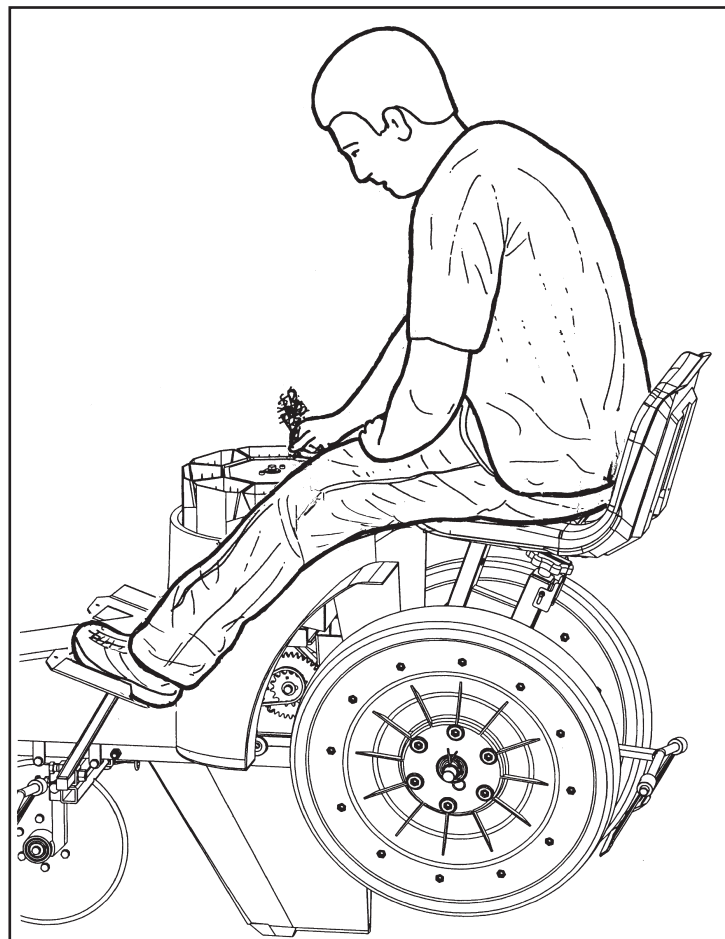

Fig. 1
- Riempire completamente il distributore di piantine (**Fig. 1**). A questo punto procedere con il trapianto.
- Fill the seedling distributor completely (**Fig. 1**). At this point, proceed with the transplant.
- Remplir complètement le distributeur de plants (Fig. 1). Procéder alors au repiquage.
- Llene por completo el distribuidor de plantitas (Fig. 1). Proceda a efectuar el trasplante.